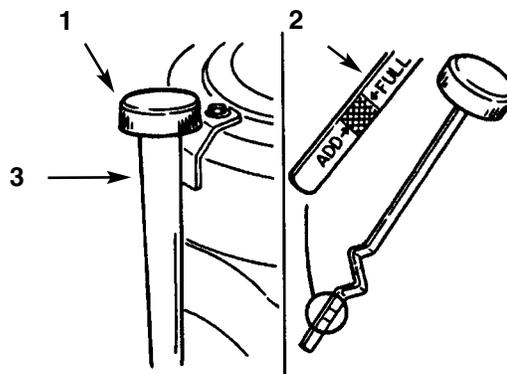

Fig. 32
3. Pulite attorno all'asta di misurazione del livello dell'olio (Fig. 32) perché lo sporco non penetri nel foro di riempimento, danneggiando il motore.
4. Svitare l'asta di misurazione dell'olio e pulitene l'estremità di metallo (Fig. 32).
5. Avvitare l'asta di misurazione del livello dell'olio a fondo sul tubo di riempimento (Fig. 32). Svitare di nuovo l'asta ed osservarne l'estremità di metallo: se il livello dell'olio è basso, versate lentamente nel tubo di riempimento abbastanza olio da portare il livello alla tacca "FULL".
6. Versate lentamente nel tubo di riempimento (Fig. 32) circa l'80% del quantitativo di olio indicato. Ora verificate il livello; vedi *Verifica del livello dell'olio*, punti 4 e 5.